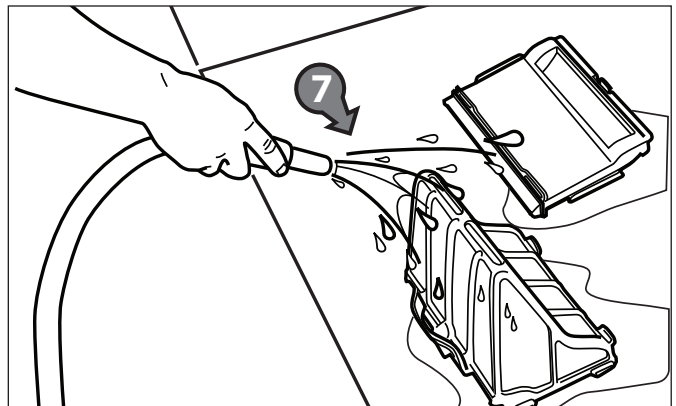

Figura 28. Lave el porta filtro
9. Lave el porta filtro, el soporte del filtro, y el limpiafondos con agua o con una manguera (7). Vea la Figura 28.